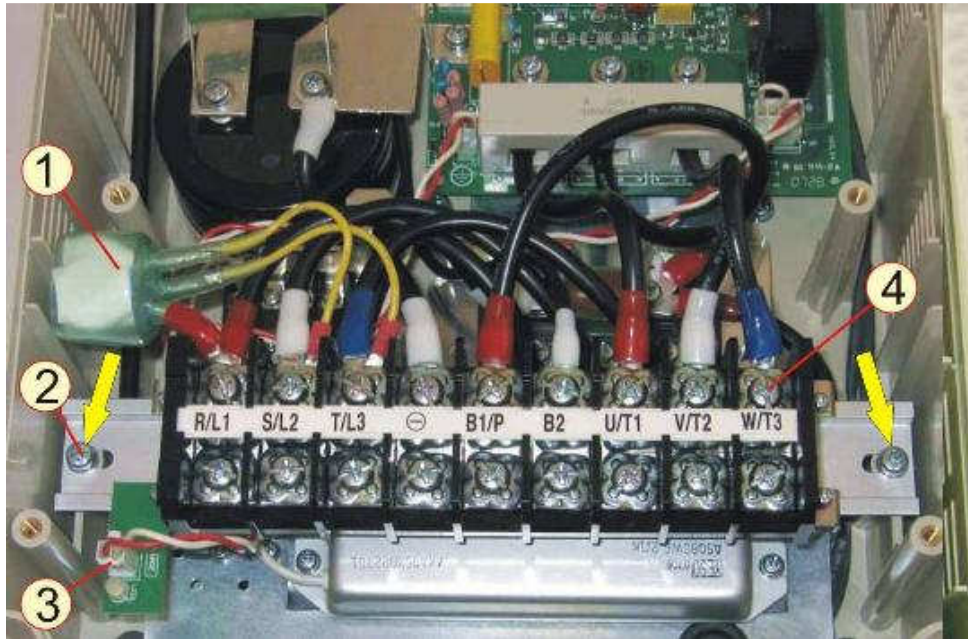

Рис.6.6
6.5.1 Отсоединить розетку жгута из разъема 3 на плате индикатора заряда (рис.6.6).
6.5.2 Выкрутить девять винтов 4 на клеммах R/L1, S/L2, T/L3, «-», В1/Р, В2, U/T1, V/T2, W/T3, снять варисторную сборку 1 (рис.6.6), отвести провода от клеммника. Положить винты и варисторную сборку в тару.
6.5.3 Выкрутить два винта 2, снять клеммник ТМ1 вместе с крепежной рейкой (рис.6.6). Положить винты и клеммник в тару.